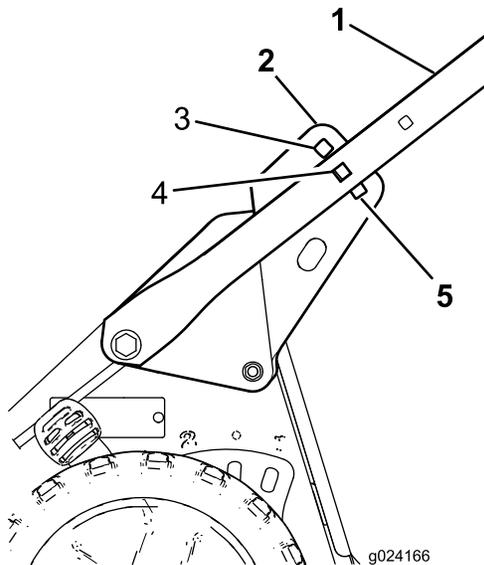

Figura 4
4. Sistematevi dietro la macchina in posizione di guida per determinare l'altezza della stegola più adatta a voi (Figura 4).